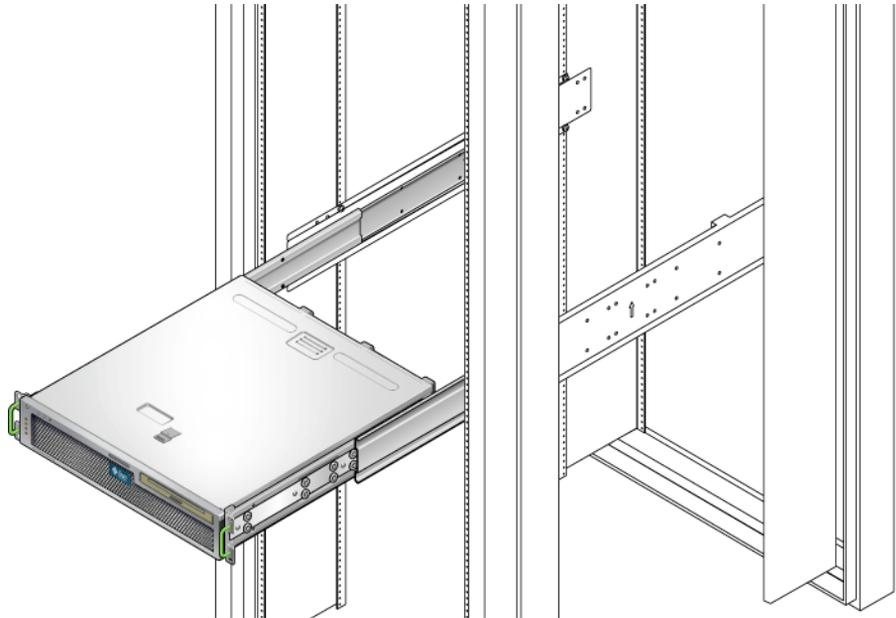

ABBILDUNG 3-12 Einschieben des Servers in das Rack
14. Drücken Sie die Schienentasten ein und schieben Sie den Server bis zum Anschlag in das Rack-Gehäuse (ABBILDUNG 3-12).